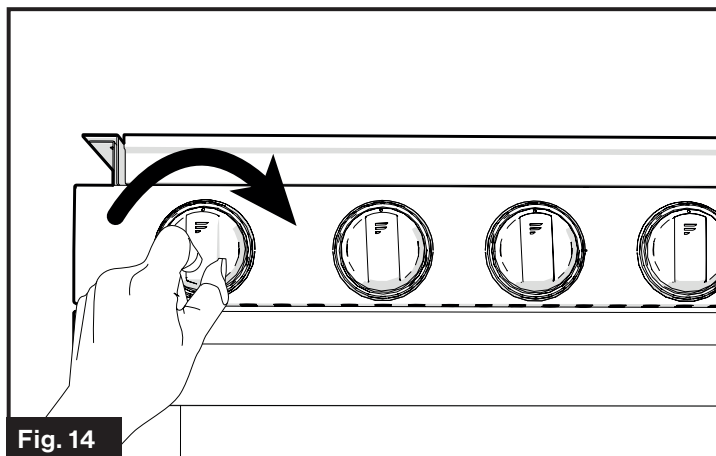

Fig. 14
3. Tournez le bouton d'allumage dans le sens des aiguilles d'une montre à plusieurs reprises jusqu'à ce que le brûleur soit allumé. (Fig. 14)